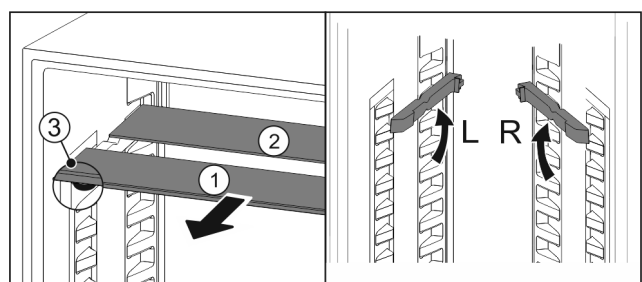

Fig. 86
- ▶ По одной извлеките Fig. 86 (1) стеклянные панели движением вперед.
- ▷ Стеклянная панель Fig. 86 (1) с декоративной планкой лежит спереди.
- ▷ Стопоры Fig. 86 (3) показывают вниз.